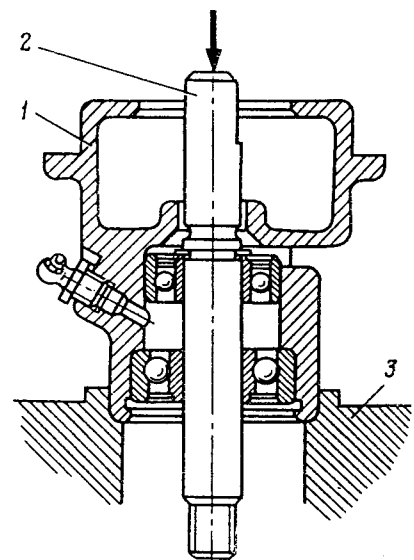

Bild 67. Auspressen der Wasserpumpenwelle:
3. Lagersicherungsring aus dem Pumpengehäuse herausnehmen und Welle mit Lagern aus dem Pumpengehäuse mit einer Presse auspressen bzw. mit einem Kupferhammer herausschlagen, wobei die vordere Stirnfläche des Pumpengehäuses auf ein Unterstell mit einer Bohrung zum Durchgang der Lager abzustützen ist (Bild 67).